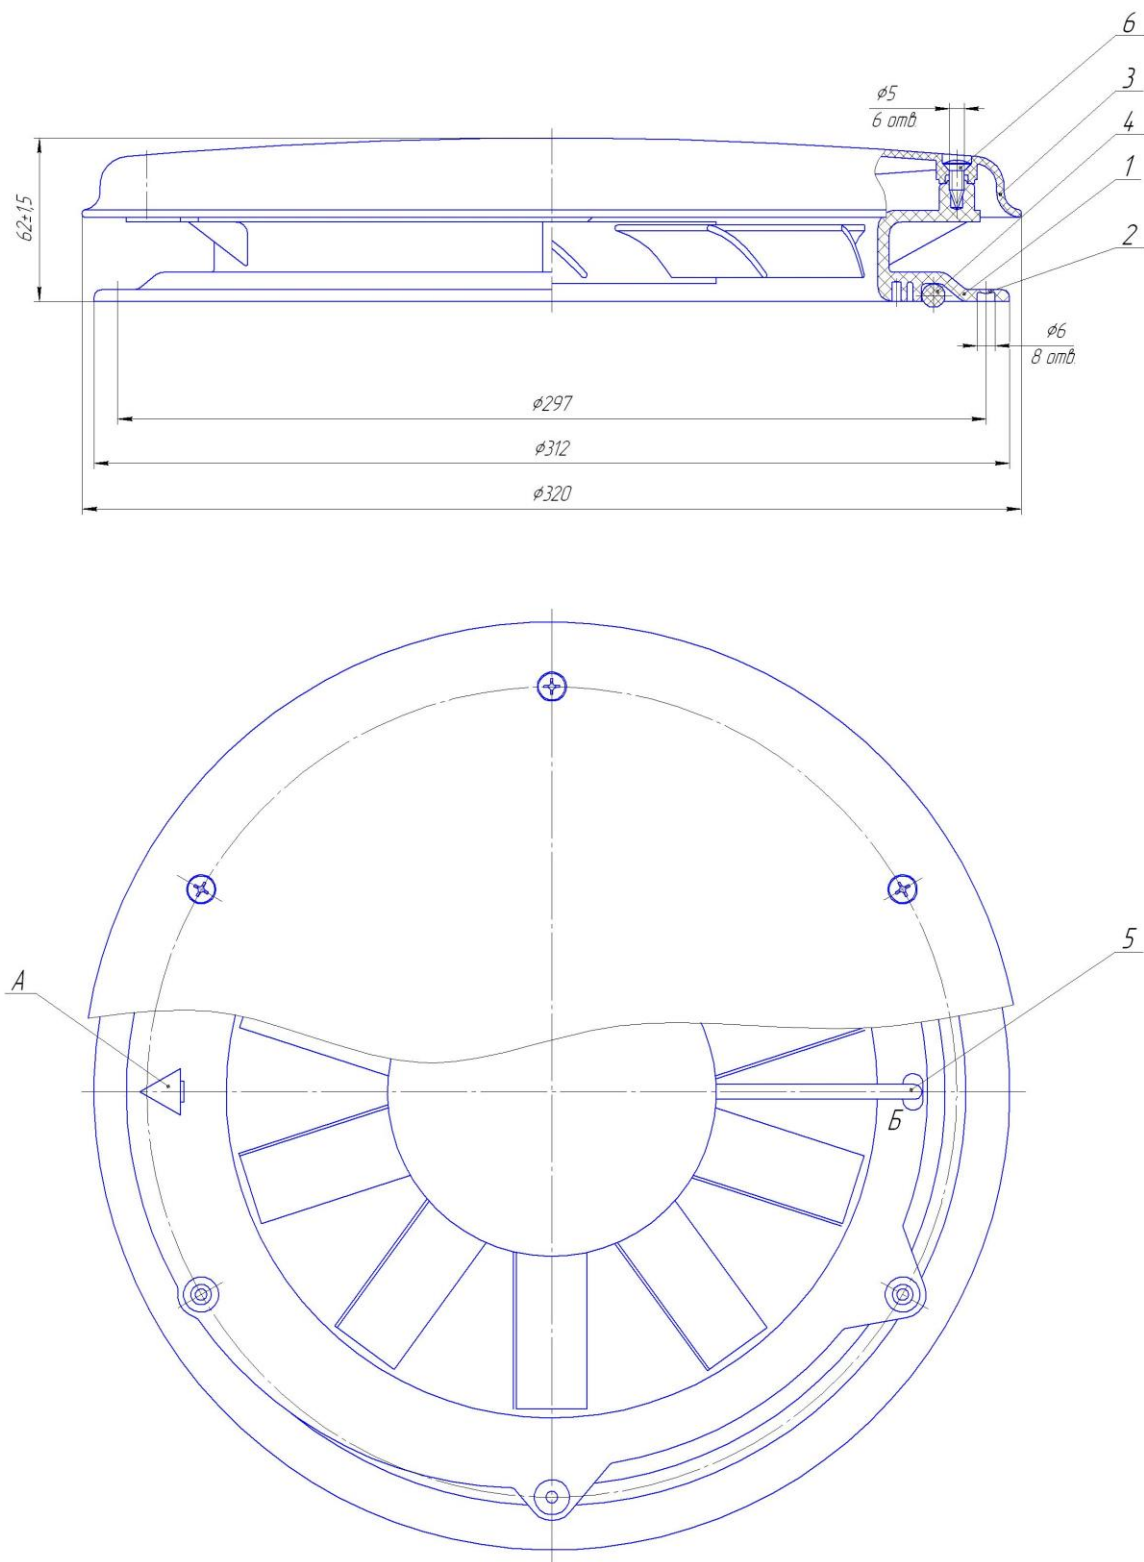

Рис. 1
2. Установите пластиковое кольцо поз. 1 (см. Рис. 1,2) вентилятора на крышу так, чтобы стрелка А на верхнем крае была направлена по направлению движения транспортного средства. Отметьте место, где проводка поз. 5 будет проходить через крышу. Сделайте отверстие в крыше для прокладки проводки. Обработайте острые края.
4.2 Для крепления вентилятора винтами или саморезами необходима технологическая доработка отверстий 2 (см. Рис. 1,2). Просверлите отверстия во фланце пластикового кольца вентилятора насквозь. Установите пластиковое кольцо на крышу в соответствии с положением см. п.2 и наметьте отверстия. Просверлите отверстия в крыше автобуса. Установите кольцо вентилятора в соответствующем положении и закрепите с помощью винтов или саморезов.
5. Проведите провода поз. 5, идущие от двигателя, через отверстие Б в пластиковом кольце (см. Рис. 1,2) и установите на него крышку поз. 3 с электродвигателем и крыльчаткой. Закрепите крышку с помощью шести саморезов(поз. 6), которые входят в комплект вентилятора.